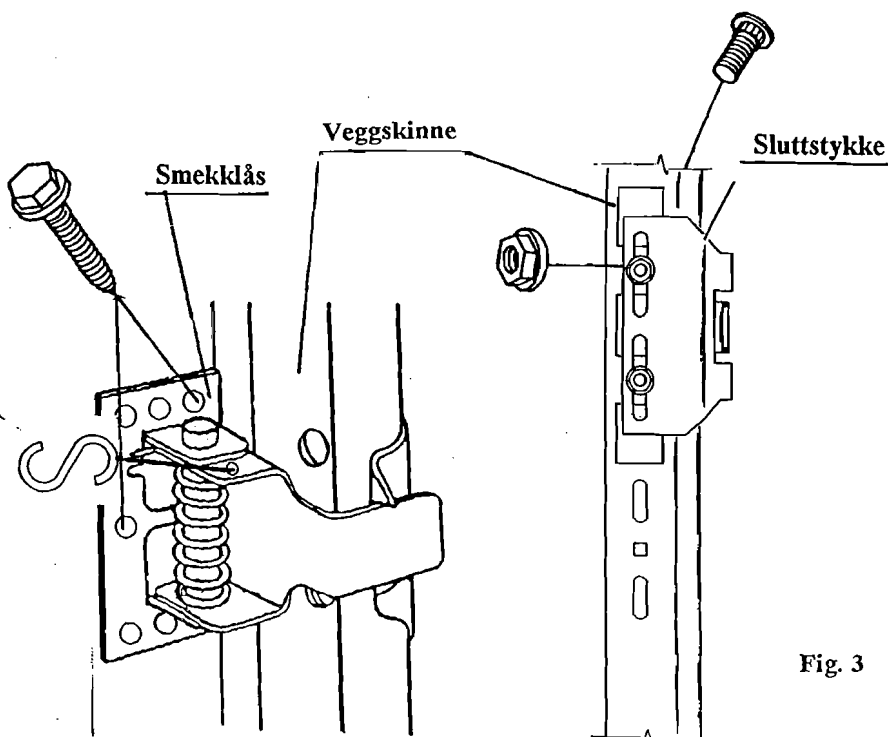

Fig. 3
- 3) Sluttstykkene festes med bolter på veggskinnene i høyde ca midt på 2. seksjon. Bolthodet skal være inne i skinnen. Se fig. 3.
- 4) Smekklåsene monteres på innsiden av 2. seksjon med vedlagte treskruer slik at de treffer inn i sluttstykkene. Se fig. 3.